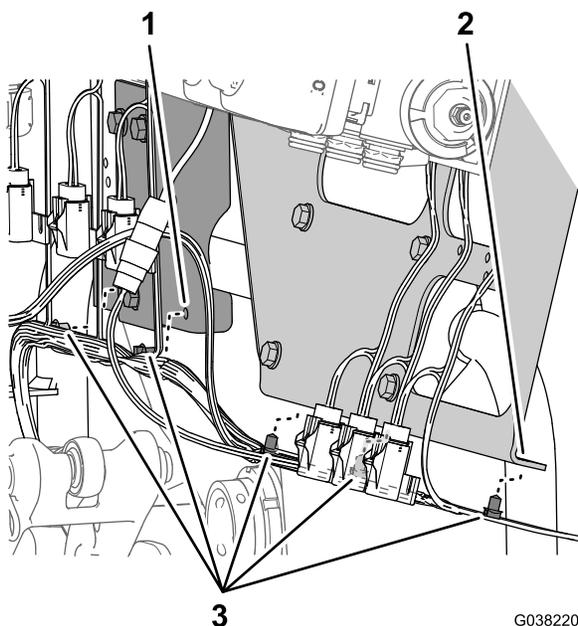

図 50
4. マシンのワイヤハーネスを、攪拌・レート・マスター散布バルブ用ブラケットとブームバルブ用ブラケットに固定する押し込みファスナー5本を使用する 図 50。